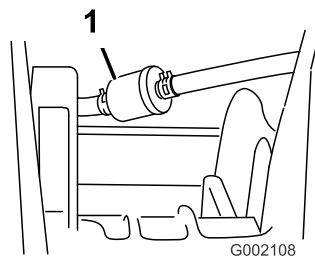

図 42
5. フィルタを燃料ラインに固定しているクランプを外す 図 42。